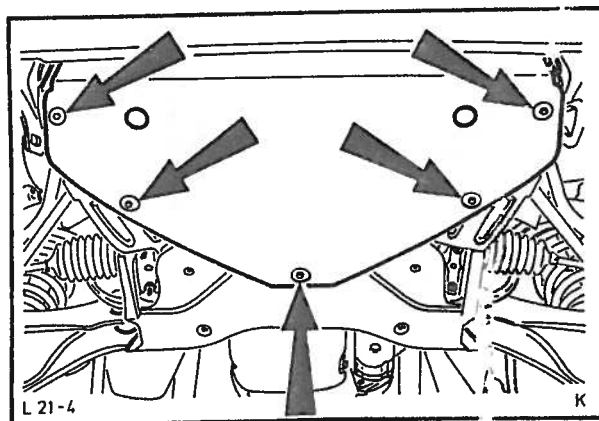

Fig. 32 Montering av motorens søledeksel.
31. Monter øvre og nedre radiatorslange til vannpumpen. Monter motorens søledeksel, fig. 32.